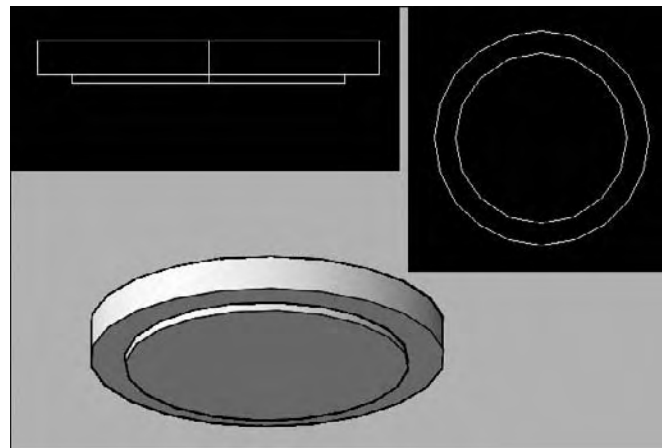

Fig.14.7
- 7 Aligned les deux solides ainsi créés (fig.14.7).